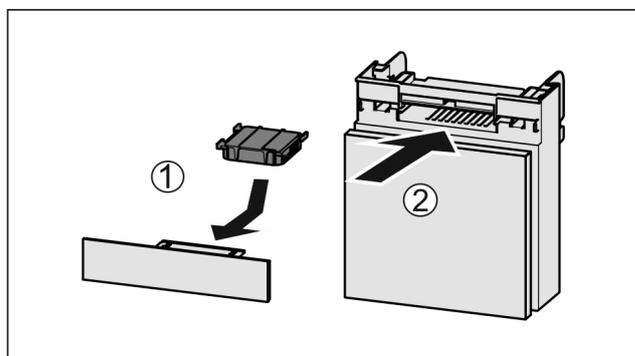

Fig. 46
- Inserire il vano Fig. 46 (2).